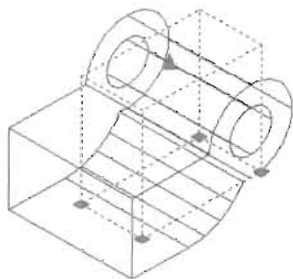

图 14-174
(10) 执行 Extrude (拉伸) 命令, 把矩形拉伸 22mm, 然后把视图调整为西南等轴测视图, 拉伸效果如图 14-174 所示。